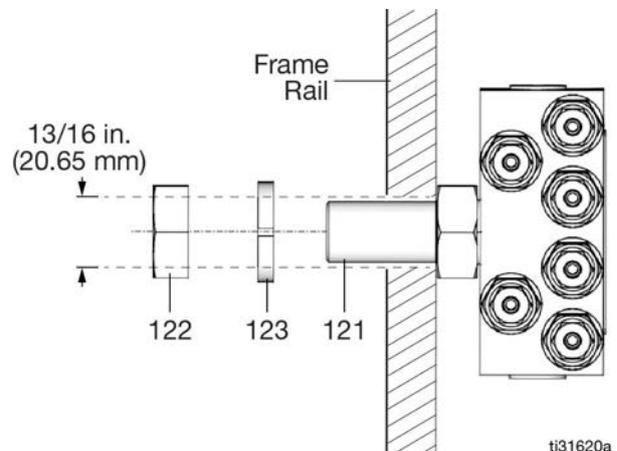

FIG. 47
- Pase el vástago del colector (121) por el orificio (los inyectores deben estar orientados hacia los puntos de lubricación) (FIG. 47).
- Ponga la arandela (123) por encima del vástago y la tuerca (122) en el vástago (FIG. 47). Apriete la tuerca a un par de 29,83 N•m (22 lb-pie).